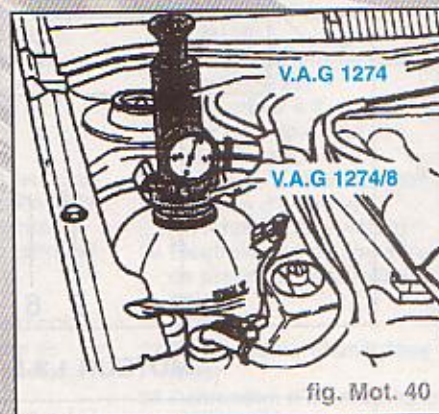

fig. Mot. 40
- Placer le contrôleur **VW 1274** avec l'adaptateur **1274/8** sur le vase d'expansion (fig. mot. 40).